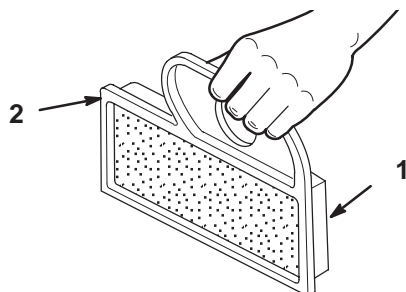

Figure 32
1. Tapotez doucement l'élément sur une surface plane pour faire tomber la poussière et la saleté (Fig. 32).